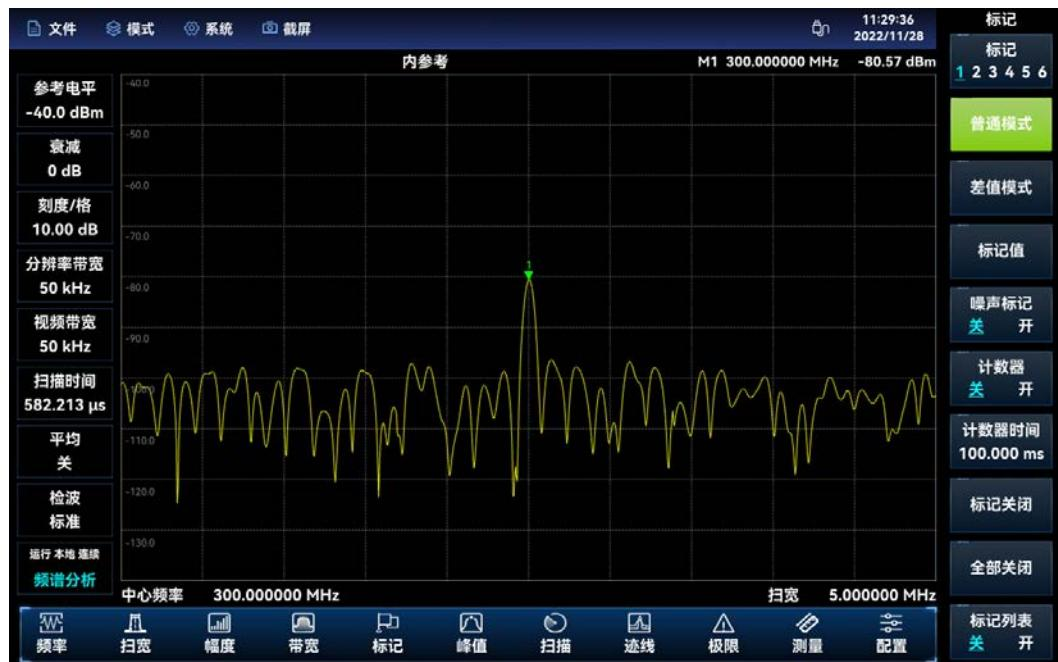

图 3.7 参考-40dBm, 前放关闭时的小信号
- 按【带宽】→[分辨率带宽 自动 手动]，设置分辨率带宽为 30KHz，必要的話，可重复步骤 3 保证信号峰值在 4025 的中心频率。如图 3.7 所示。